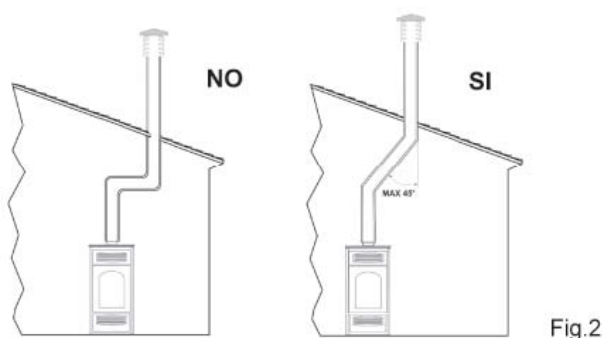

Fig.2
- La sezione interna deve essere uniforme, preferibilmente circolare: le sezioni quadrate o rettangolari devono avere spigoli arrotondati con raggio non inferiore a 20mm; rapporto massimo tra lati di 1,5; pareti il più possibile lisce e senza restringimenti; le curve regolari e senza discontinuità, deviazioni dall'asse non superiori a 45° (*fig. 2*).